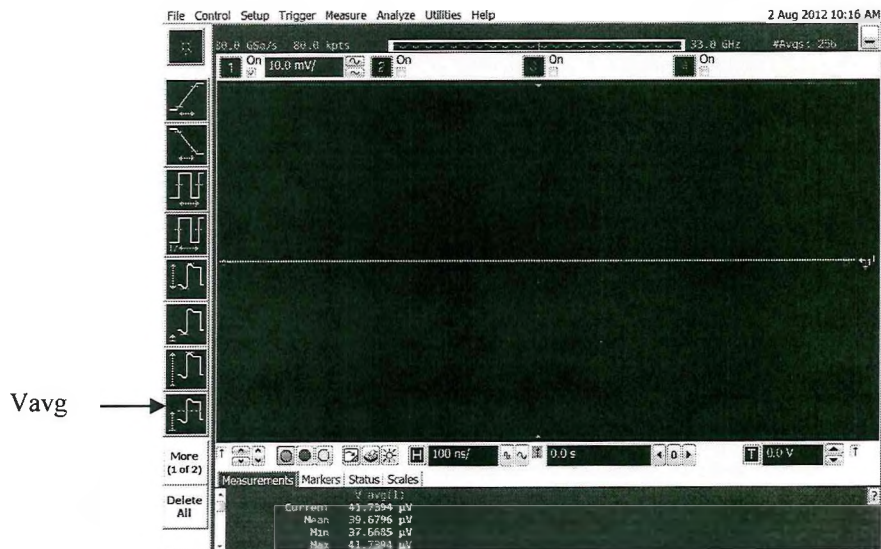

Рисунок 2
- нажать программную клавишу «Vavg» в левом нижнем углу экрана измерений (рисунок 2).
- нажать программную клавишу «V_{avg}» в левом нижнем углу экрана измерений (рисунок 2);